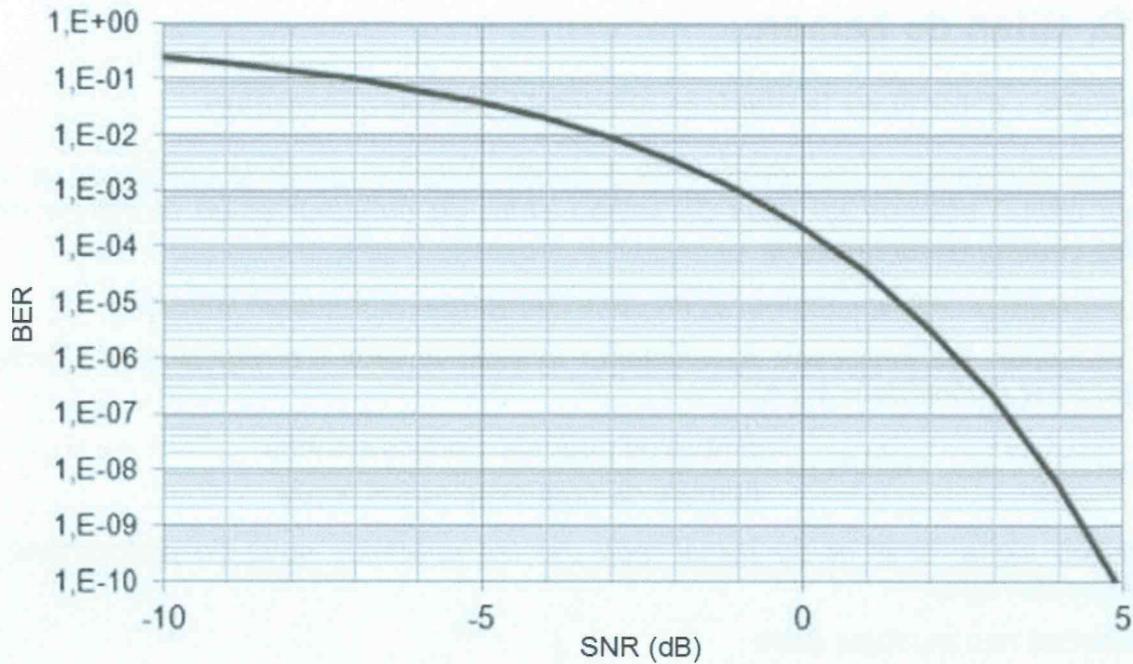

Figure 10
**Q65.** Dédire du graphe donné figure 10, le rapport signal sur bruit SNR permettant d'obtenir un PER à 1 %.